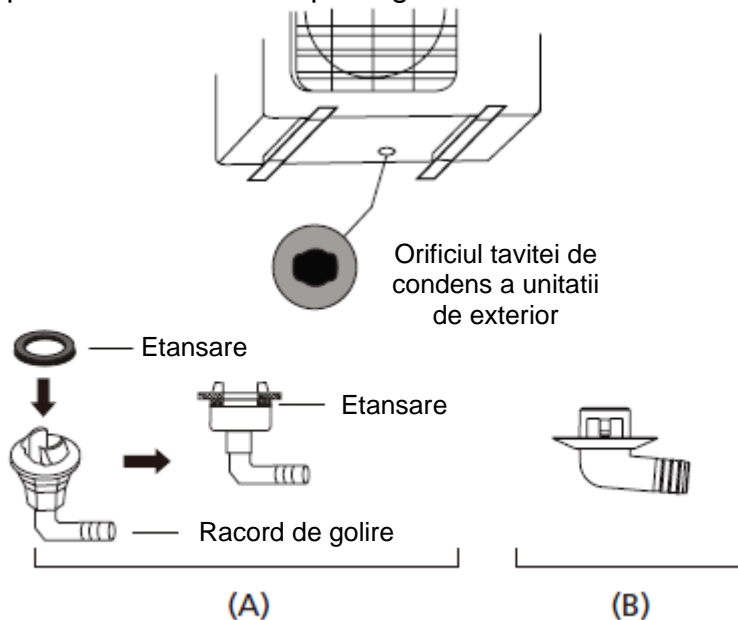

Fig. 4.4
(consultati Fig. 4.4 - A), efectuati urmatoarele operatiuni:
**Daca racordul de golire nu este prevazut cu o garniture de etansare** (consultati Fig. 4.4 - B), efectuati urmatoarele operatiuni: